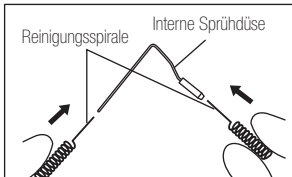

Abb.12
- 1) Reinigen Sie die interne Sprühdüse und die externe Sprühdüse (intern und extern) durch den Einsatz einer Reinigungsspirale. (Abb. 12, 13)
- 2) Setzen Sie einen Spülungsschlauch in jede Sprühdüse ein und waschen Sie sie mit klarem Wasser ab. (Siehe 5. (1)(2))